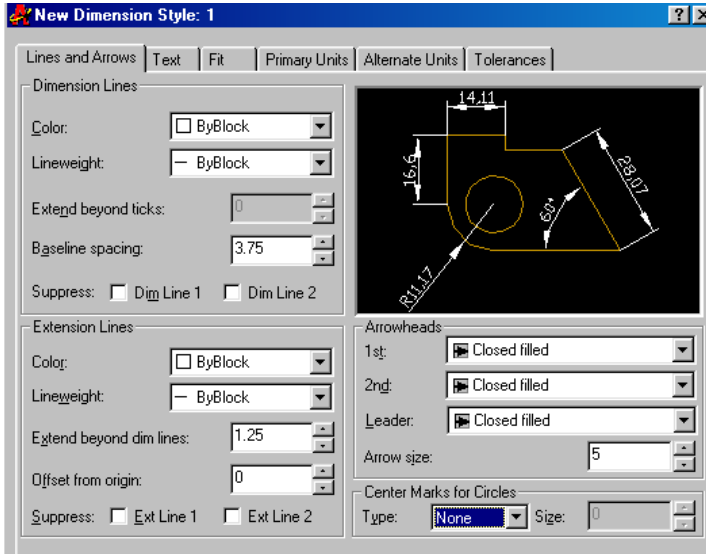

Рисунок 3.5 – Завдання стилю розмірних ліній та стрілок
- **розмірів** - **Dimension style**. В ньому виконати налаштування згідно з рис. 3.5, 3.6. Точність (**Primary Units – Precision**) – **0,0**.